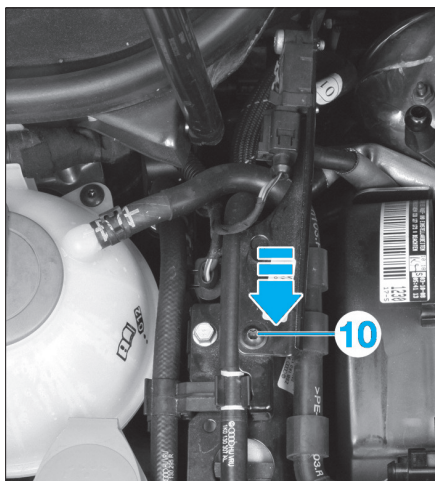

Fig. 46
- Déposer la vis de fixation du support (10) du capteur de pression différentielle des gaz d'échappement et le faire coulisser (Fig.46).